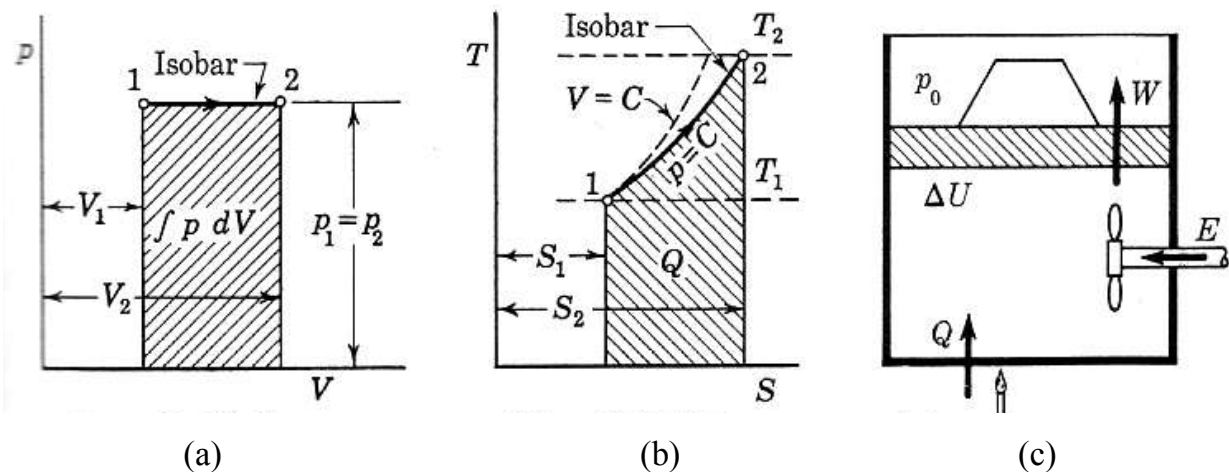

Figura 2.2 Proceso a presión constante:(a) en el plano p-V; (b) en el plano T-S;
- Un tal proceso en el plano **p-V** se representa en la **Figura 2.2 (a)** por la línea horizontal, la evolución 1-2 ($dp = 0$), y se denomina **Isóbaro**.
- En el plano **T-S**, **Figura 2.2 (b)**, tal evolución tendrá igualmente pendiente positiva hacia el lado derecho del gráfico. El proceso es representado por la curva obtenida de la integral $dS = dQ/T$, que cuando c_p es constante: